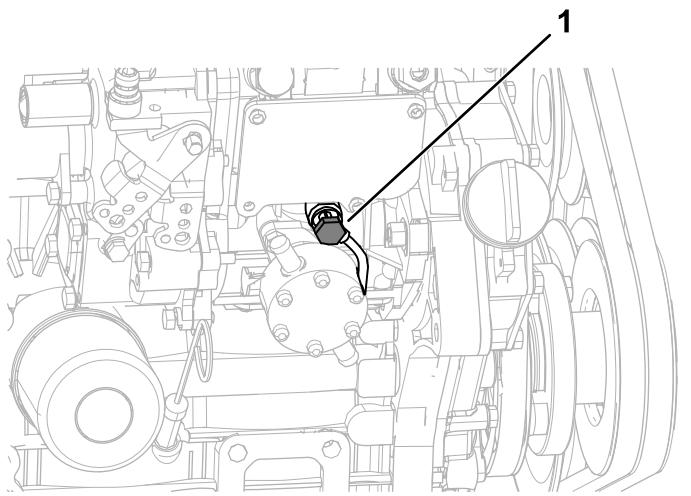

Рисунок 65
6. Выверните винт стравливания воздуха на насосе для впрыска топлива (Рисунок 65).
8. Затяните винт стравливания воздуха (Рисунок 65).